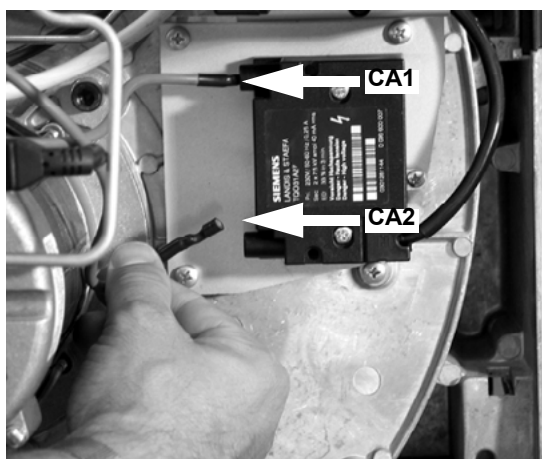

Рис. 18b
- Вынуть запальные кабели CA1 и CA2 из трансформатора (Рис. 18b).